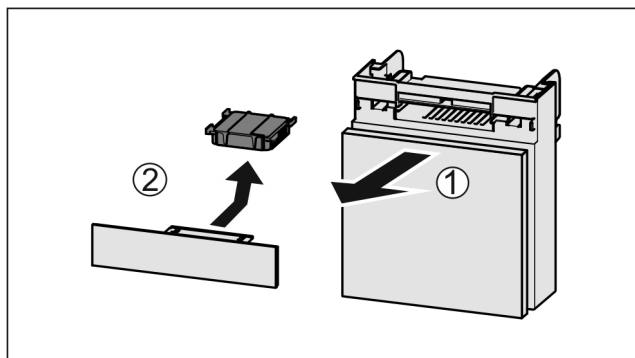

Fig. 225
- ▶ Wyciągnąć Fig. 225 (1) komorę do przodu.
- ▶ Wyjąć Fig. 225 (2) filtr z węglem aktywowanym.